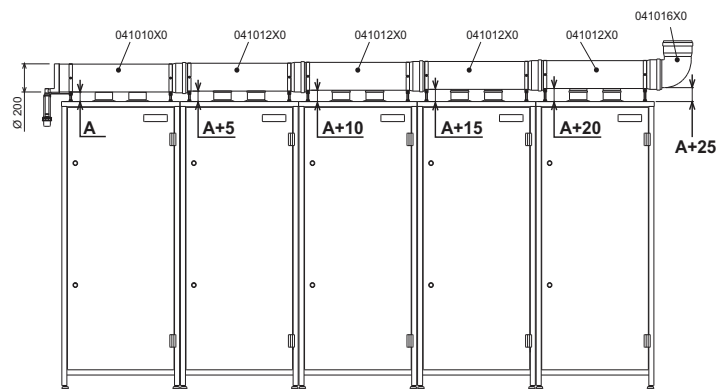
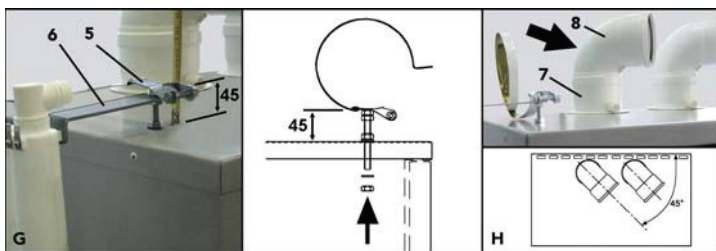
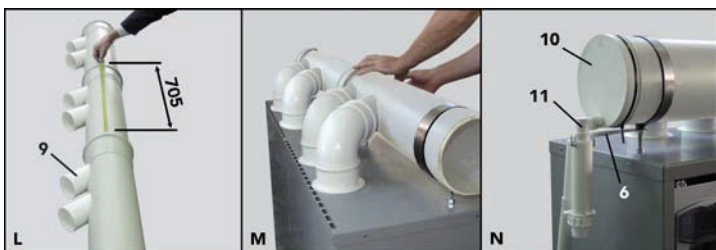

рис. 32 - Установка 5 модулей
рис. 35
рис. 36
- G** Установите опорные фланцы коллекторов "5" используя предусмотренные для этой цели отверстия в верхней части модулей. При установке фланца на первый модуль должен быть соблюден размер 45 мм. (см. рамку "G" рис. 35). Вышеуказанный размер необходимо увеличить на 5 мм для каждого из следующих модулей, чтобы угол наклона коллектора дымовых газов соответствовал размеру, указанному на рис. 32. На фланец первого модуля установите опорный кронштейн сифона для слива конденсата "6".
- H** Установите на патрубки "7" колена папа-мама 90° "8", в положении под углом 45° по отношению к модулю (см. рамку "H" рис. 35). При установке одного модуля **ECONCEPT 51/51i** используйте только одно колено 90° и пробку, имеющуюся в базовом комплекте.
- L** Установите дымовые трубы (операция должна выполняться на полу), обращая внимание на то, чтобы все соединения "9" находились на одной линии, и при строгом соблюдении установочного размера 705 мм (см. рамку "L" рис. 36).
- Проверьте правильность угла наклона коллектора (см. рис. 32) и соединения всех патрубков, колен и клапанов, обращая внимание на то, чтобы уплотнения плотно сели в соответствующих канавках (см. рамку "M" рис. 36). Прижимайте наружные уплотнения к верхней части модулей. Окончательно затяните опорные фланцы.